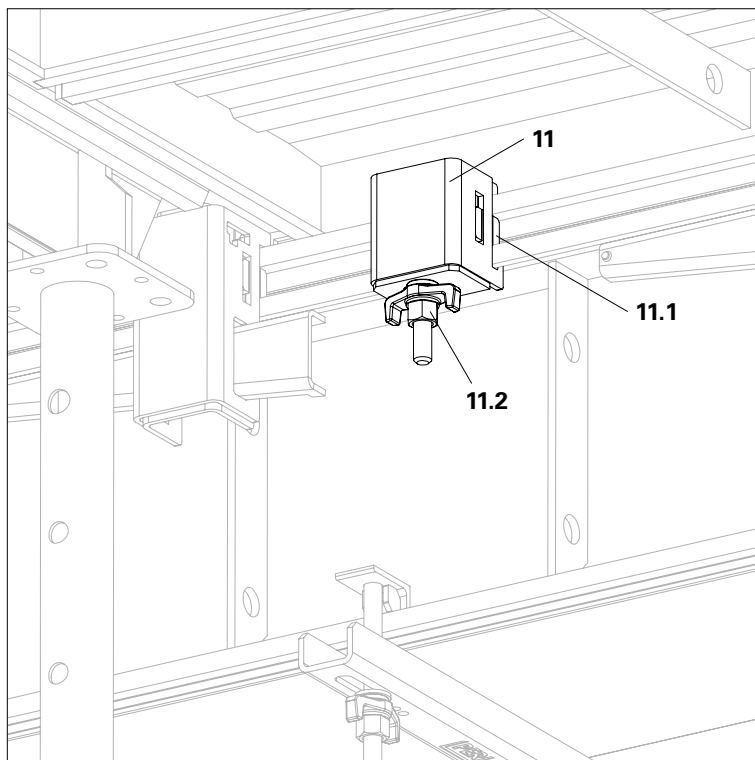

Fig. A5.13
Il giunto a vite UNO Plus (11) è utilizzato per collegare i telai in condizioni di spazio ristrette. (Fig. A5.13)
1. Posizionare il giunto a vite UNO Plus su quello dei due telai UNO Plus. (Fig. A5.13)
→ Giunto a vite UNO Plus. (Fig. A5.13)